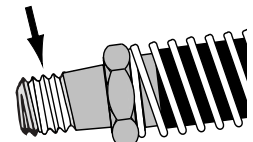

Figuur 3
1. Zie figuur 3. Verwijder de pijpplug uit het ontvangende deel van de  $\frac{3}{8}$  inch NPTF hydraulische wartelverbinding (A) en sluit het ingaande uiteinde van een  $\frac{3}{8}$  inch NPTF hydraulische fitting aan. De fitting kan een "high-flow" koppeling, een slang of een adapter voor een meter zijn.